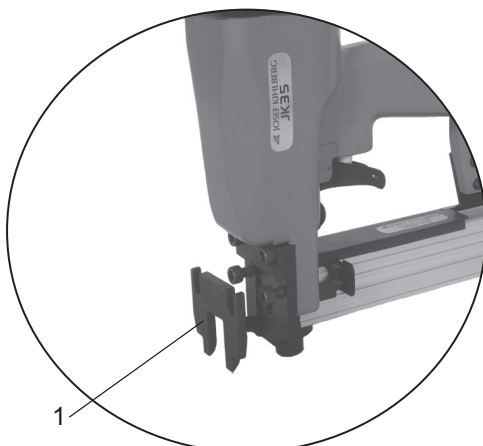

Fig. 7
- Abdeckung (Fig. 7/1) von den Schrauben entfernen.